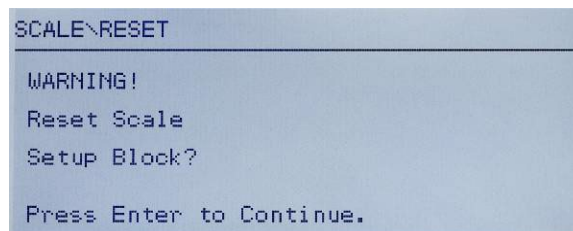

Figure 3-31 : Écran d'avertissement de Réinitialisation du terminal
4. Utilisez la touche de navigation VERS LE BAS pour sélectionner Réinitialisation et appuyez ensuite sur ENTRÉE. L'écran affiche un message d'avertissement sur la réinitialisation de la configuration de la bascule (Figure 3-31).